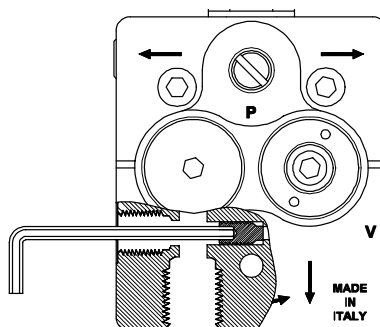

Fig. 3
- Setzen Sie die Bypass-Schraube mit einem 2,5 mm Innensechskantschlüssel in den Vakuumanschluß und ziehen Sie sie fest. (Fig. 3).
- Entfernen Sie die Bypass-Schraube aus dem Vakuumanschluß mit einem 2,5 mm Innensechskantschlüssel (Fig. 3).